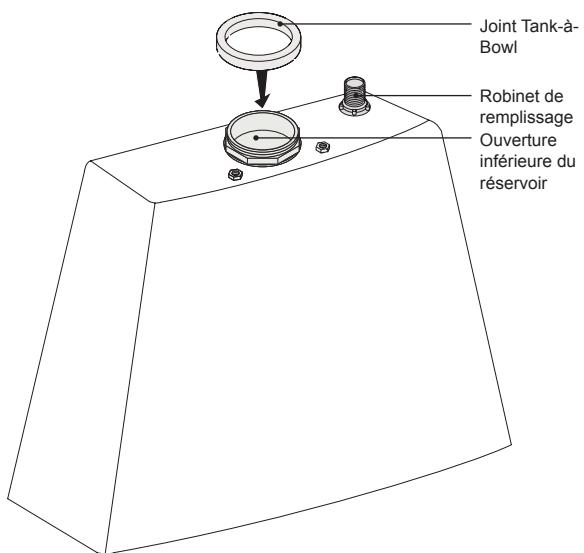

Figure 9
- Tourner le réservoir à l'envers et appuyez sur le joint du réservoir à la cuvette en place sur le réservoir inférieur ouverture (Figure 9).